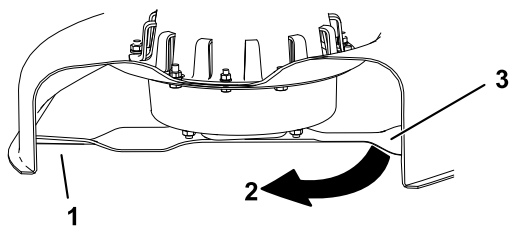

Figure 31
3. Distance mesurée entre la lame et la surface (A)
4. Tournez la même lame de 180 degrés pour amener l'autre tranchant à la même position (Figure 31).